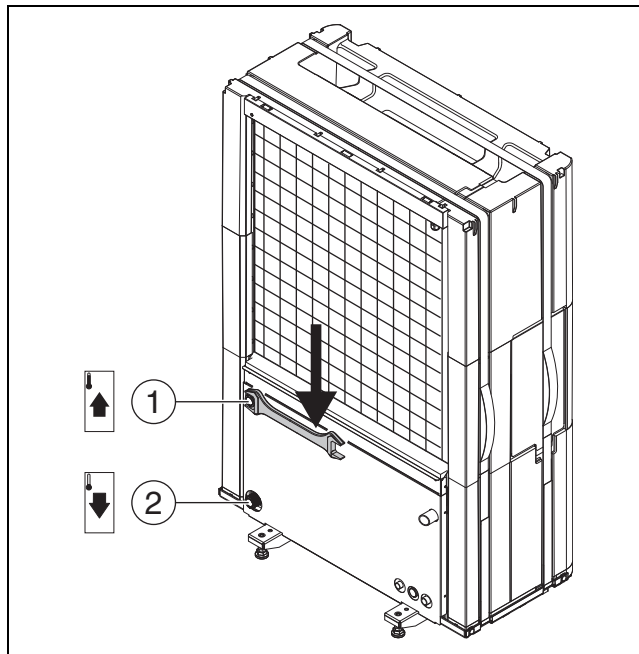

Bild 18 Anschlüsse der Wärmeträgerrohre, gültig für alle Größen
- Vorlauf zur Inneneinheit am Wärmeträgerausgang der Wärmepumpe anschließen (→ [1], Abb. 18).
- Rücklauf von der Inneneinheit am Wärmeträgereingang der Wärmepumpe anschließen (→ [2], Abb. 18).
- Anschlüsse der Wärmeträgerrohre mit einem Anzugsmoment von 120 Nm anziehen. Die Kraft nach unten richten (→ Abb. 18), um eine seitliche Belastung des Kondensators zu vermeiden. Wenn der Anschluss nicht richtig dichtet, kann die Verbindung mit einem Anzugsmoment von bis zu 150 Nm angezogen werden. Wenn der Anschluss nach wie vor nicht dicht ist, weist dies auf eine Beschädigung der Dichtung oder des angeschlossenen Rohrs hin.